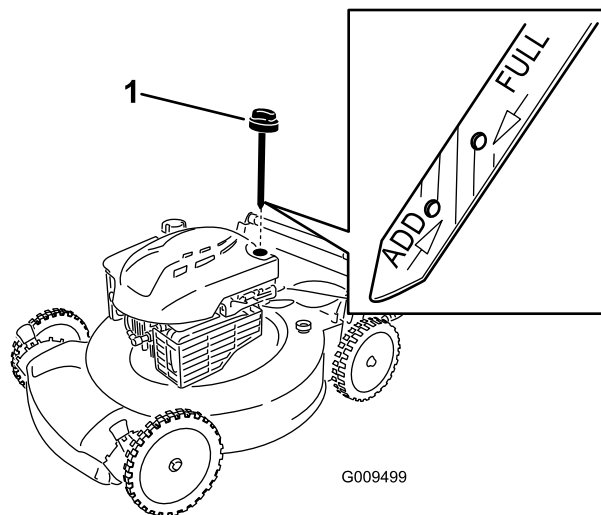

Figura 6
5. Rimuovete l'asta di livello e controllate il livello dell'olio sulla stessa; vedere Figura 6.
2. Rimuovete l'asta di livello (Figura 6) e versate nel tubo di riempimento una quantità d'olio pari a circa 3/4 della capacità del carter.